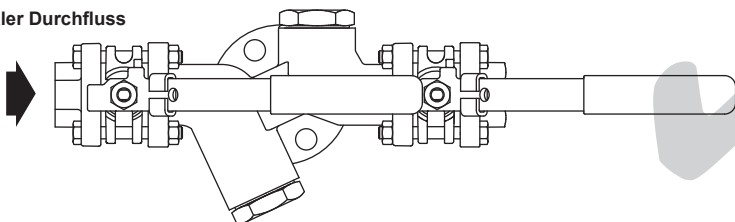

Abb. 4a
3.11 Das Kompakt-Kondensatableiter-Modul kann in einer horizontalen (Abb. 4a) oder in einer vertikalen (Abb. 4b) Leitung mit Abwärtsfluss installiert werden.